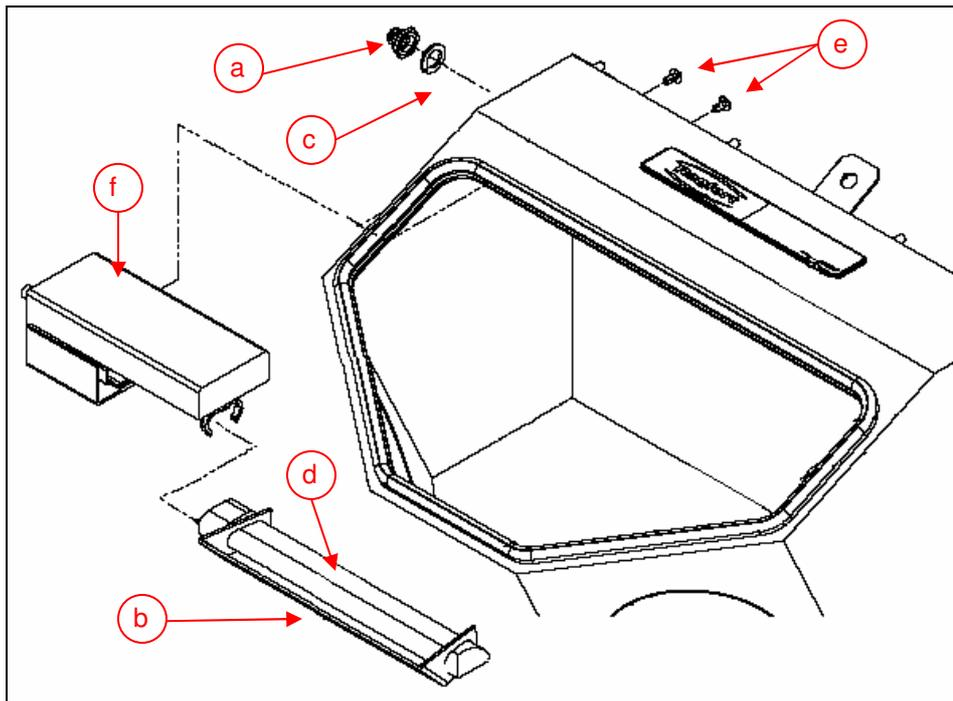

Abb. 6 Vorschaltgerät und Leuchtkörper
- Abdeckkappe des Ein-Aus Schalters (Abb. 6 a) abschrauben und Filzscheibe (Abb. 6 c) entfernen.
- Leuchtkörper (Abb. 6 d) aus dem Vorschaltgerät vorsichtig herausziehen.
- Abdeckung der Lampe (Abb. 6 b) vom Leuchtkörper abziehen.
- Befestigungsschrauben des Vorschaltgerätes (Abb. 6 e) entfernen.
- Vorschaltgerät (Abb. 6 f) aus dem Gehäuse entnehmen.
- Neues Vorschaltgerät in das Gehäuse einsetzen und mittels der 2 Schrauben (Abb. 6 e) befestigen.
- Abdeckkappe des Ein-Aus Schalters (Abb. 6 a) mit Filzscheibe (Abb. 6 c) aufschrauben.
- Abdeckung der Lampe (Abb. 6 b) auf neuen Leuchtkörper aufstecken.
- Leuchtkörper (Abb. 6 d) in das Vorschaltgerät vorsichtig einstecken und Tank wieder einhängen.